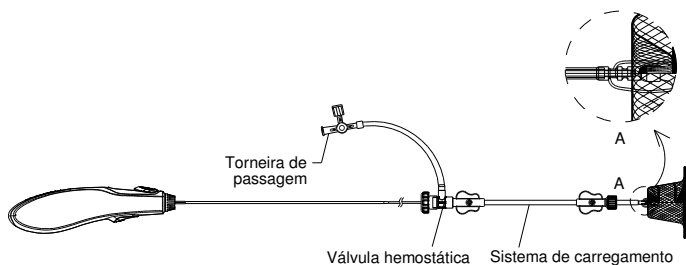
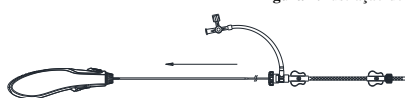

Figura 4. Ilustração do sistema oclutor de PDA CeraFlex™
Figura 5. Ilustração do carregamento do dispositivo no sistema de carregamento
- Verifique cuidadosamente a ligação entre o oclusor e o cabo de entrega (ver Figura 4). Mergulhe o dispositivo e o sistema de carregamento em soro fisiológico e puxe o oclusor de PDA CeraFlex™ para dentro do sistema de carregamento com um puxão rápido (ver Figura 5).